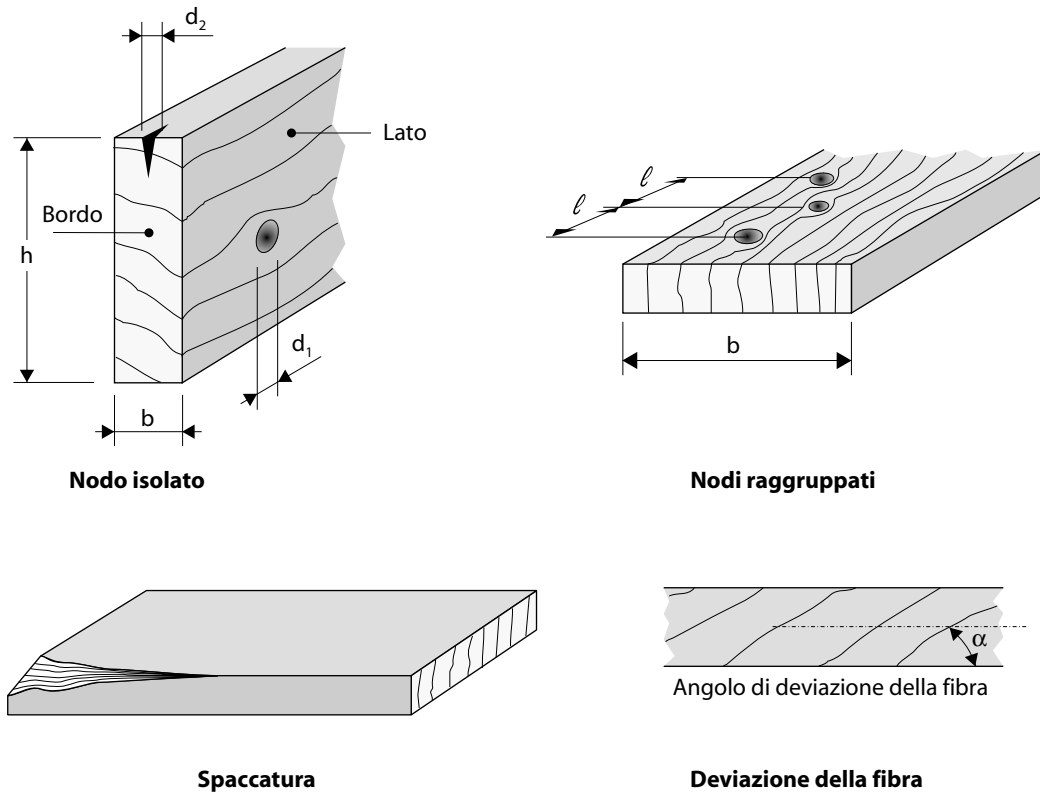

Figura 6
- Un esempio di spaccatura è dato dalla figura 6.